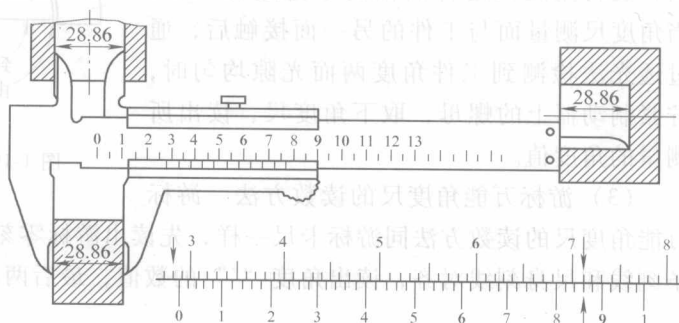

图 1-17 游标卡尺量值的读数
- 1) 读整数: 游标零线左边尺身的第一条刻线是整数的毫米值, 图 1-17 中为 28mm。